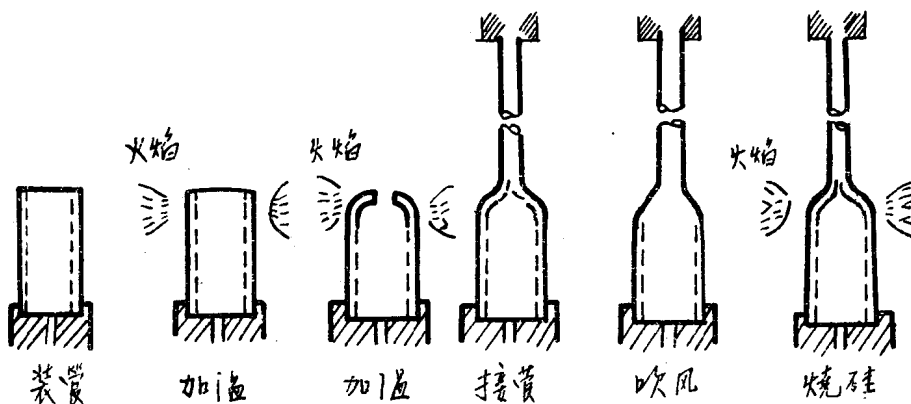

图15 G.E.C. 24工位玻壳机工位作用
G.E.C.的是24工位玻壳成形机，加工 $\phi 8\sim 12\text{mm}$ 的玻壳，每小时效率可达700~1,000个，主要工位工作如图15所示。前几个工位是自动装管，以后是加温端部、接管、吹圆、去硅、吹冷和自动卸管等，和THORN的机器所不同之处，是没有下部夹扁的工位。